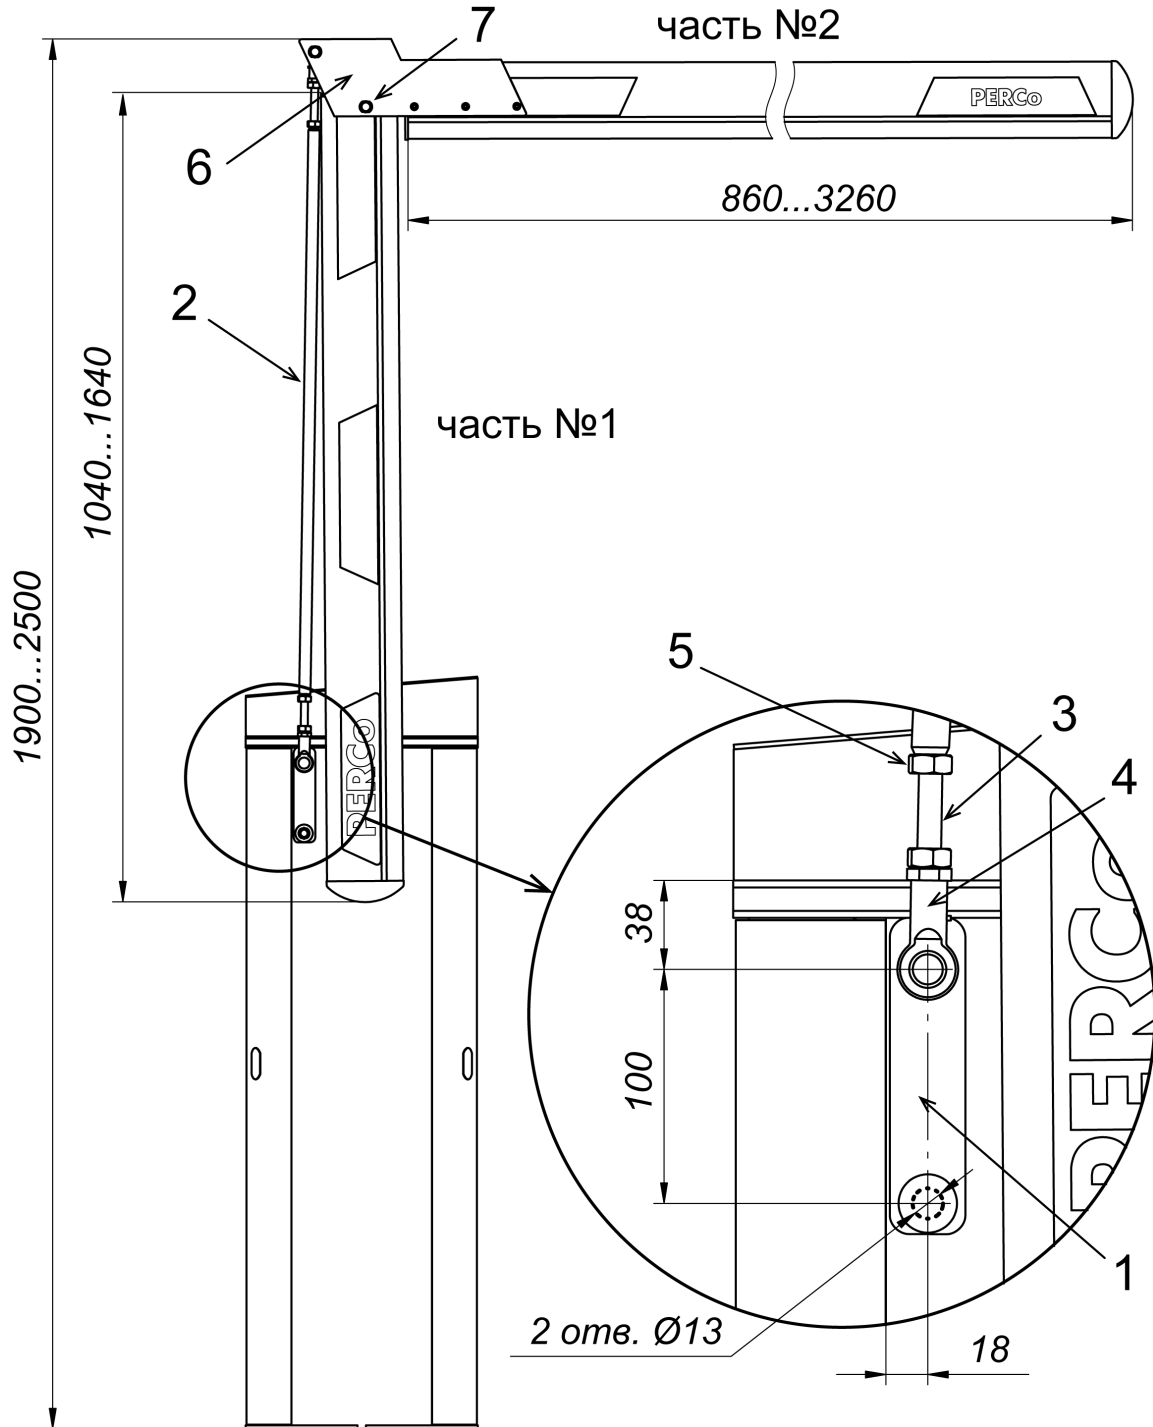

Рисунок 1. Шлагбаум PERCo-GS04 с установленной стрелой PERCo-GBO и шарниром PERCo-GBF1
Порядок монтажа стрелы **PERCo-GBO3.0** на шлагбауме **PERCo-GS04** или **PERCo-GBO4.3** – см. в *Руководстве по эксплуатации PERCo-GS04*. Необходимо учитывать, что минимальная высота шлагбаума со сгибающейся стрелой – 1900 мм, максимальная – 2500 мм, без учета высоты фундамента (см. рис. 1).
1. Просверлите в корпусе шлагбаума два отверстия под крепление пластины в соответствии с рис. 1, используя шаблон №1 из комплекта поставки. При необходимости вращения стрелы в противоположную сторону необходимо просверлить отверстия с противоположной стороны корпуса.
3. Исходя из габаритов проезда, разрежьте стрелу **PERCo-GBO** на две части №1 и №2, возможные размеры частей указаны на рис. 1. Учитывайте начало и конец стрелы. Для ровного разреза ножовкой по металлу используйте стусло.